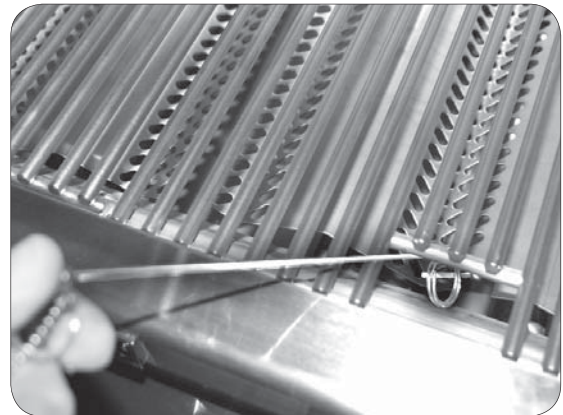

Fig. 20-2 - Éclairage manuel
**ATTENTION:** Attendez toujours cinq (5) minutes le gaz pour se dégager après que n'importe quelle tentative non réussie d'éclairage.
2. Insérez un allumeur brûlant de butane de long-baril, une allumette brûlante de long-tige, ou une allumette brûlante tenue par un support de prolongation de fil par la grille à cuire s'ouvrant au dessus du brûleur (fig. 20-2).
4. Si le brûleur ne se allume pas dans les cinq (5) secondes de tourner le bouton de commande, enfoncez immédiatement le bouton et tournez la valve à AU LOIN. ATTENDEZ CINQ (5) MINUTES avant de répéter les étapes 2 à 4 des instructions manuelles d'éclairage.